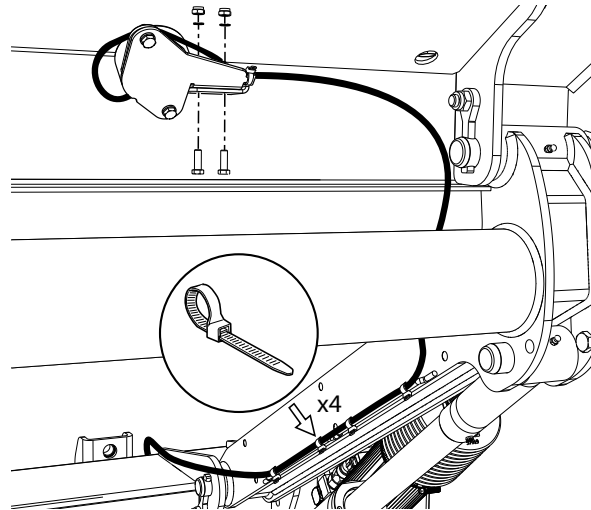

Bild 58. Montering vinkelgivare
1. Montera vinkelgivaren på plattformen, använd medföljande skruvar, muttrar och brickor och fäst kabeln med buntband, se Bild 58.